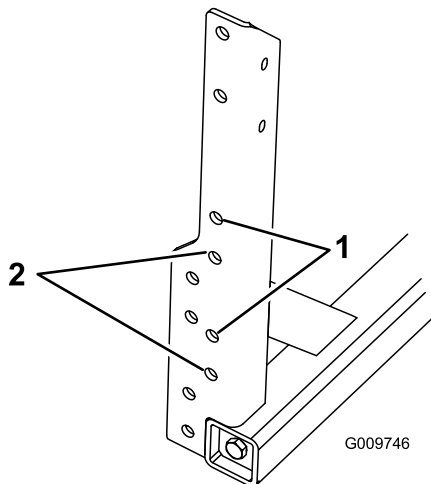

Bild 13
2. Ermitteln Sie mit **Bild 13** die richtigen Befestigungslöcher für die Montage des mittleren Auslegers an der Maschine.